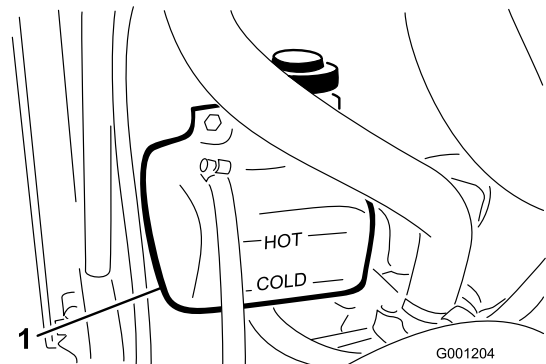

Figura 24
1. Controllate il livello di refrigerante nel serbatoio di espansione (Figura 24). Il livello di refrigerante deve essere compreso tra i segni previsti sul lato del serbatoio.